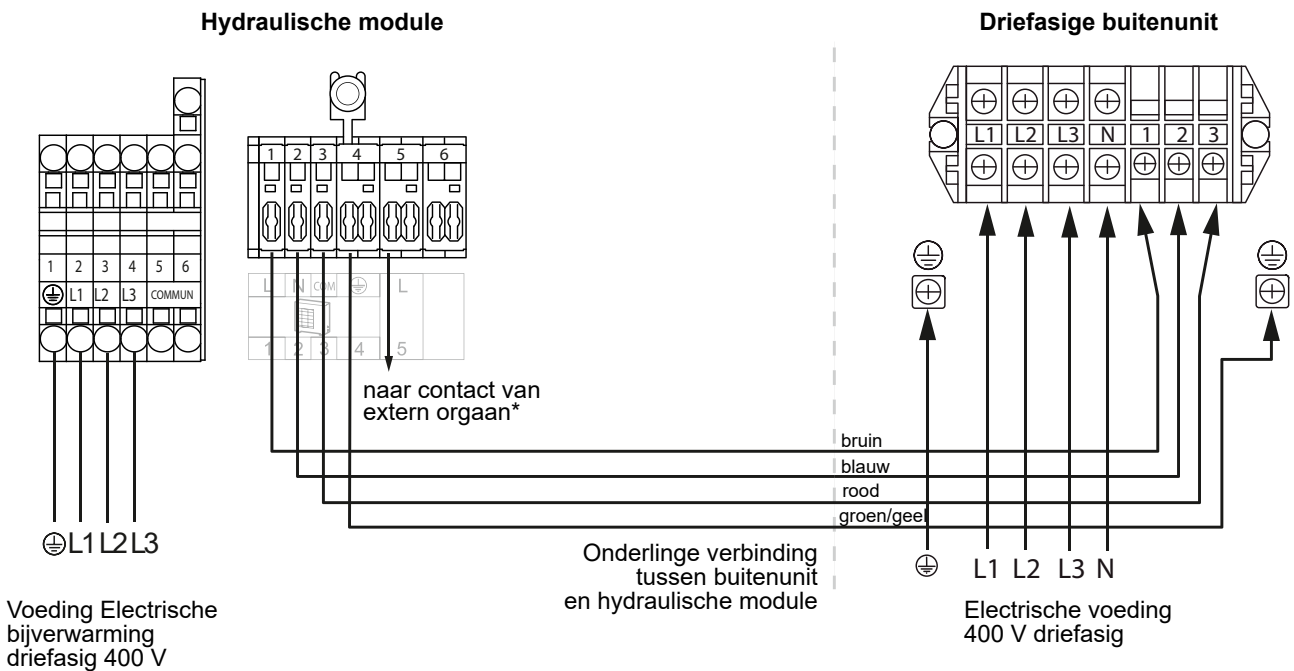

fig. 39 - Aansluiting op de klemmenstroken en vermogenrelais
- De aansluitingen uitvoeren volgens het schema *fig. 39, bladzijde 40*.
- De aansluitingen uitvoeren volgens het schema (fig. 39).